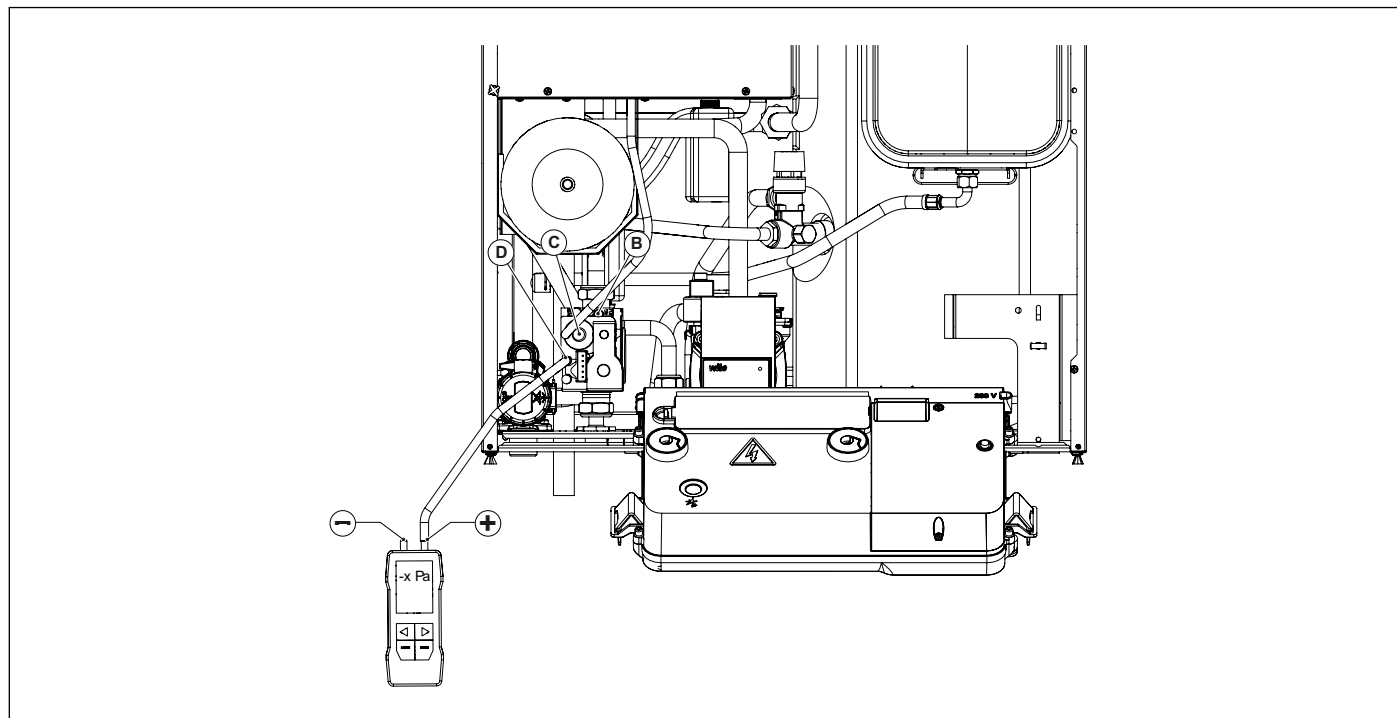

Fig. 37 Réglage de la pression d'offset
- Ouvrir la vis de prise de pression d'offset **D** et la raccorder à l'entrée positive (\*) du manomètre différentiel (voir Fig. 37 Réglage de la pression d'offset).